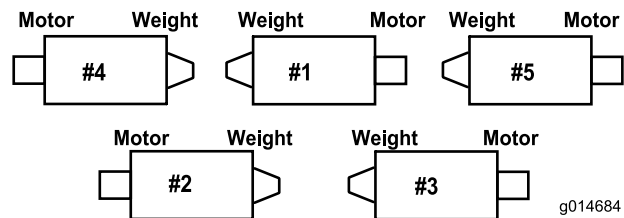
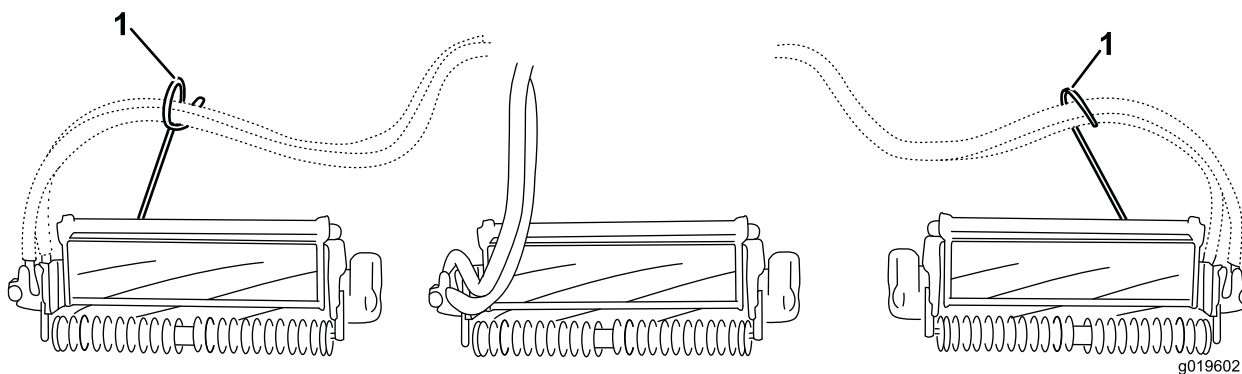
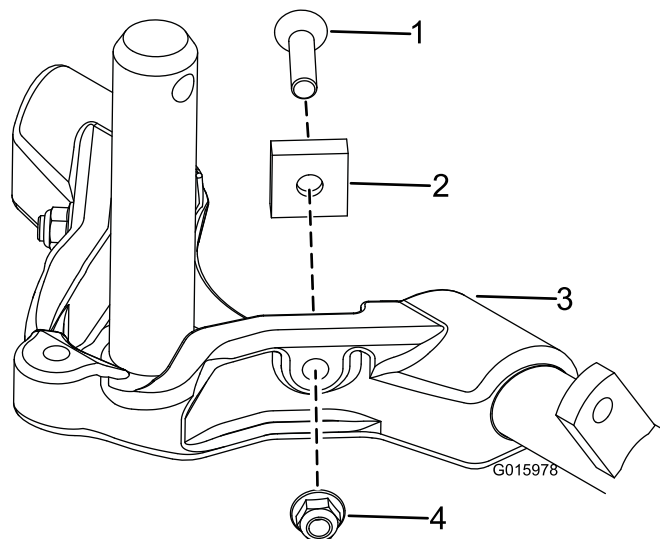

Figura 12
Figura 14
Figura 15
Importante: Nas unidades de corte n.º 4 (frontal esquerda) e n.º 5 (frontal direita), utilize as porcas de montagem do suporte da barra para instalar o guia de tubos na frente dos separadores da unidade de corte. Os guias de tubos devem inclinar para a unidade de corte central (Figura 12 a Figura 14).
6. Apenas nas unidades de corte de 68 cm, aumente a marcha das unidades de corte traseiras removendo os (2) espaçadores da articulação, parafusos de cabeça sextavada e porcas flangeadas (Figura 15) das estruturas de suporte da unidade de corte (Figura 12).